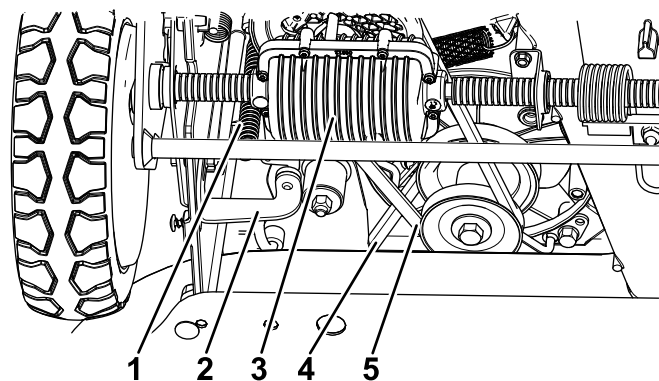

Figure 49
6. Desserrez le support et pivotez-le vers l'avant (Figure 49).